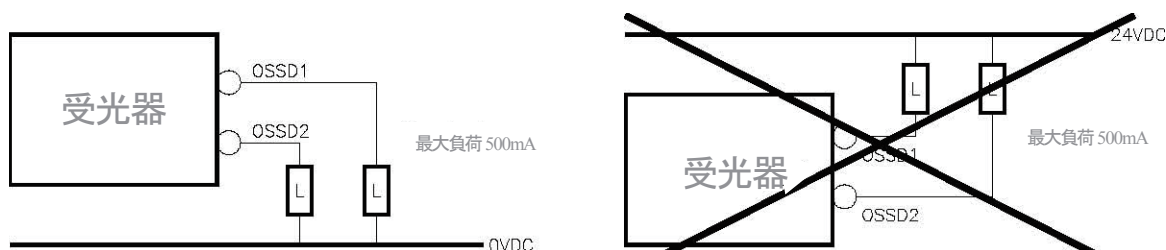

図 17
**注意** 保護対象領域に障害物がない場合、受光器は、両方の出力に 24VDC の電圧を出力します。必要な負荷は、出力と 0 VDC の間に接続しなければなりません(図 17)。